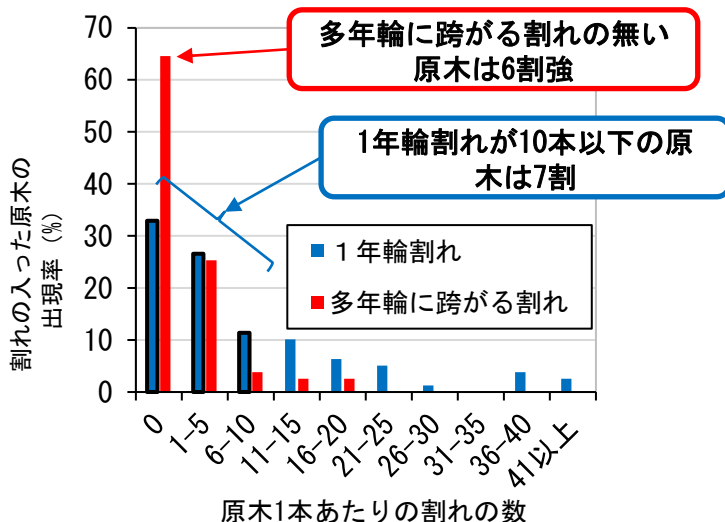

図2 割れの入った原木の出現率
- ・多年輪に跨がる割れが無い原木の出現率は調査した全原木の6割で、1年輪割れが10本以下の原木の出現率は7割でした（**図2**）。